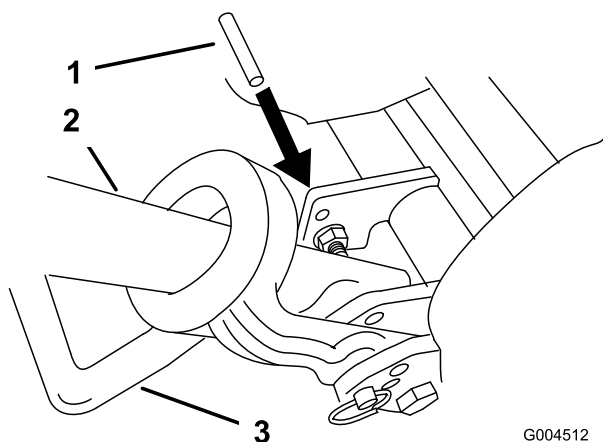

图3
2. 降低支撑架。将直径为 6.4mm 的插销或同类产品插入支撑架安装螺栓上的机架孔 (图3)。